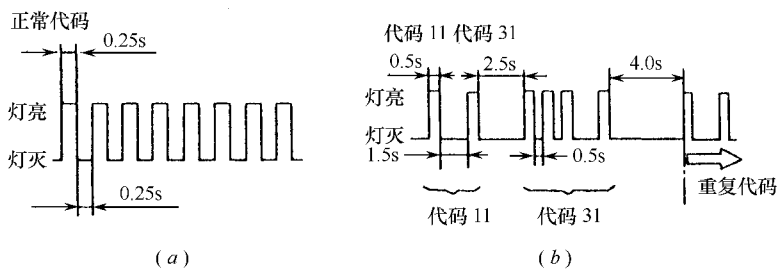

图 5-3 故障码的闪亮规律
(4)根据仪表板上的 SRS 指示灯闪亮情况读取故障码,故障码的闪亮规律如图 5-3 所示。